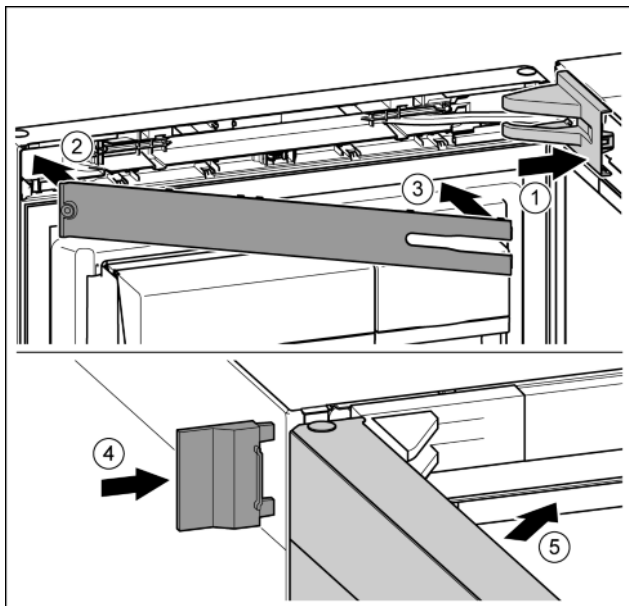

Fig. 40
- ▶ Крышку установить и зафиксировать, при необходимости, осторожно разжать. Fig. 40 (1)
- ▶ Установить крышку. Fig. 40 (2)
- ▶ Наклонить и защелкнуть крышку. Fig. 40 (3)
- ▶ Надвинуть внешнюю крышку. Fig. 40 (4)
- ▶ Закрыть верхнюю дверь. Fig. 40 (5)